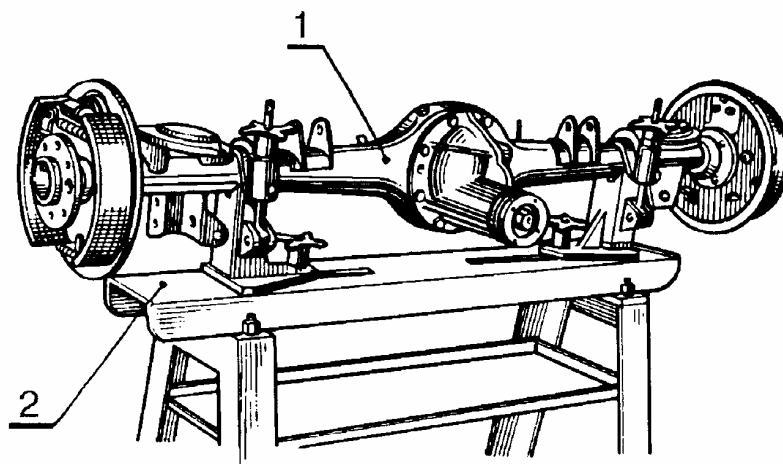

Рис.1 Установка заднего моста на стенд:
3.2 Установить задний мост 1, рис.1, на стенд 2 (стенд Ач.22210).